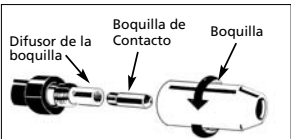

Figura 3 - Boquilla del Soplete
9. Deslice cuidadosamente la punta de contacto sobre el cable, y enrosque la punta en el extremo del soplete. Instale la boquilla girando en el sentido de las agujas del reloj mientras la empuja hacia el soplete (Ver Figura 3). Corte el cable aproximadamente 1/4 de pulgada del extremo de la boquilla.